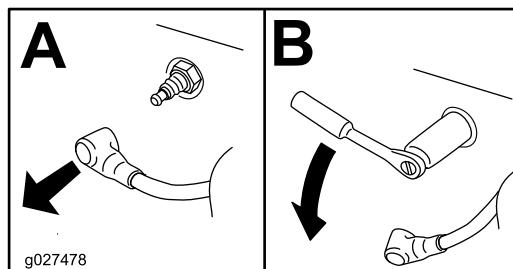

Figure 48
4. Enlevez la bougie (Figure 48).